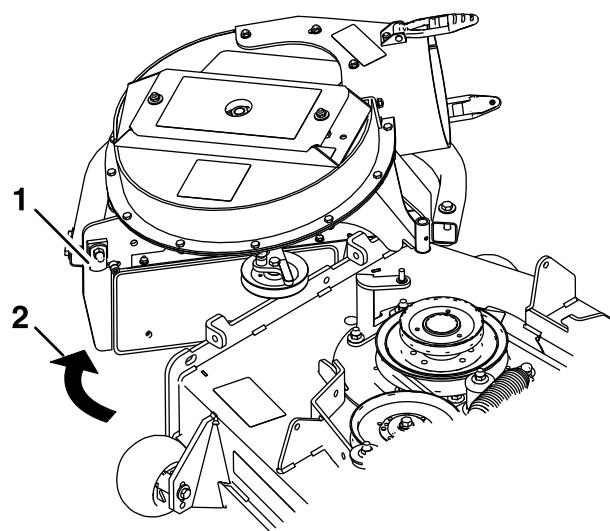

Figura 25
- 9. Desenganche el extremo delantero del soplador, gire hacia atrás el soplador y levántelo para separarlo de la carcasa (Figura 25).